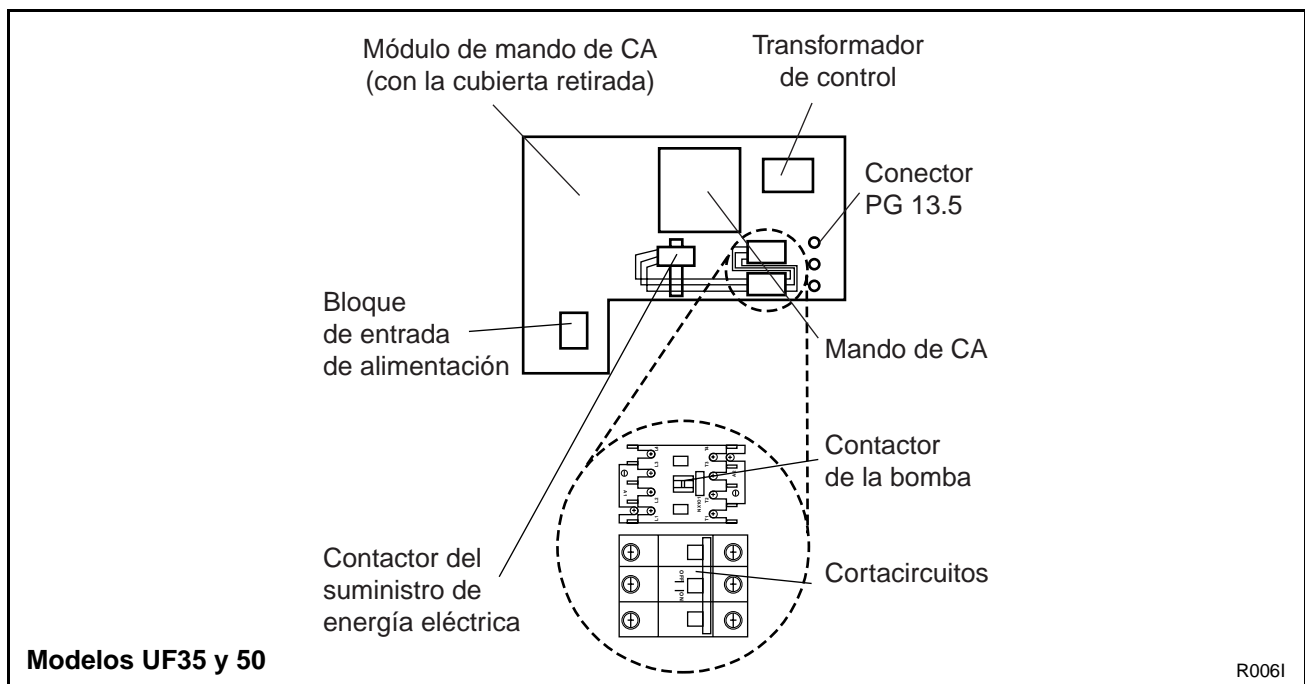
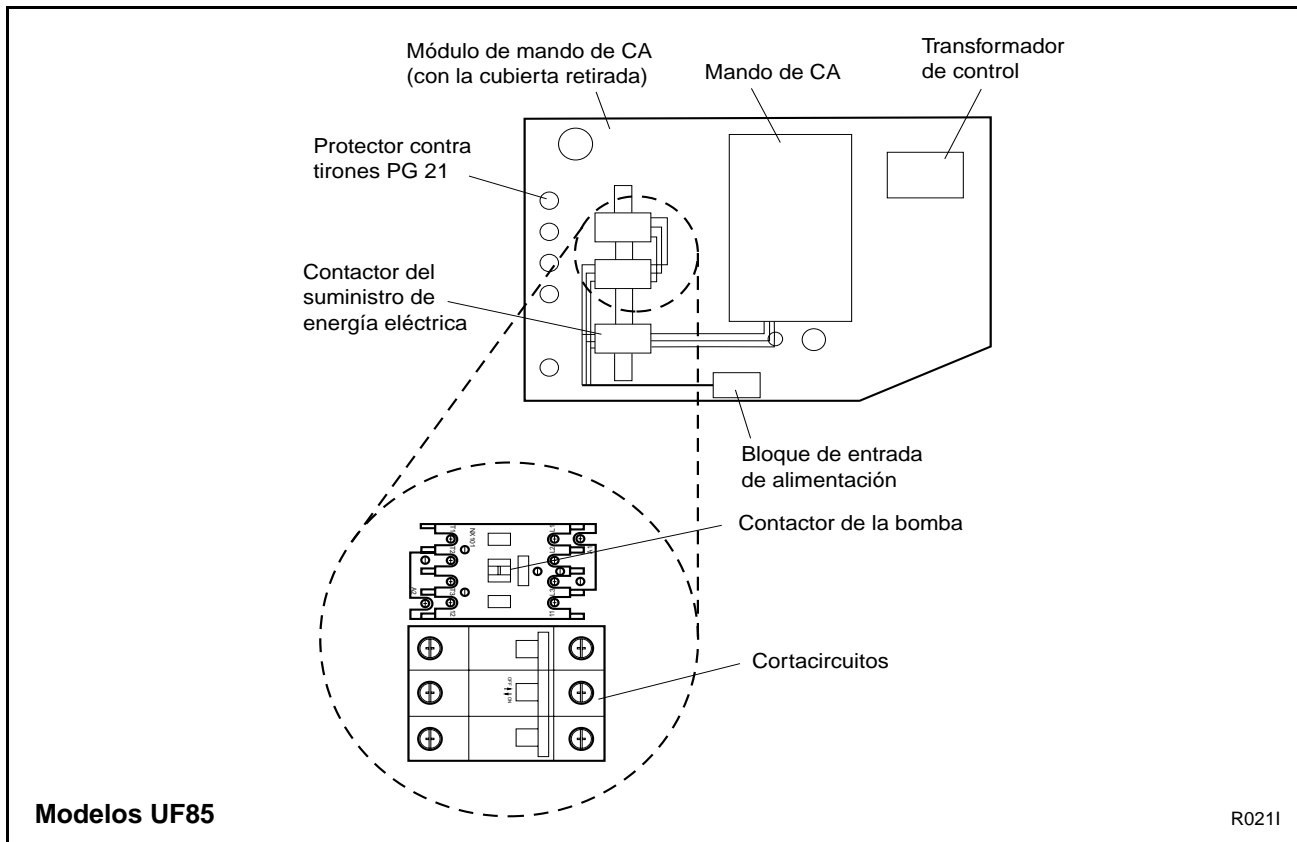

Figura 21
Figura 22
- En los modelos de 35 y 50 libras, acople el cortacircuitos y el contactor de la bomba (incluidos en el juego de piezas) al riel de montaje localizado justamente debajo del transformador de control, en el lado derecho de la unidad de mando de CA, como se muestra en la Figura 21. En los modelos de 85 libras, acople el cortacircuitos y el contactor de la bomba (incluidos en el juego de piezas) al riel de montaje localizado en el lado izquierdo de la unidad de mando de CA.
- a. *En los modelos de 35 y 50 libras,* desconecte los dos enchufes superiores del grupo de tres enchufes negros ubicados en el lado derecho del módulo de control posterior. Estos enchufes están ubicados a la derecha del cortacircuitos y el contactor de la bomba, como se muestra en la Figura 21. *En los modelos de 85 libras,* retire el segundo enchufe de la parte superior localizado a la izquierda del cortacircuitos y el contactor de la bomba, como se muestra en la Figura 22.